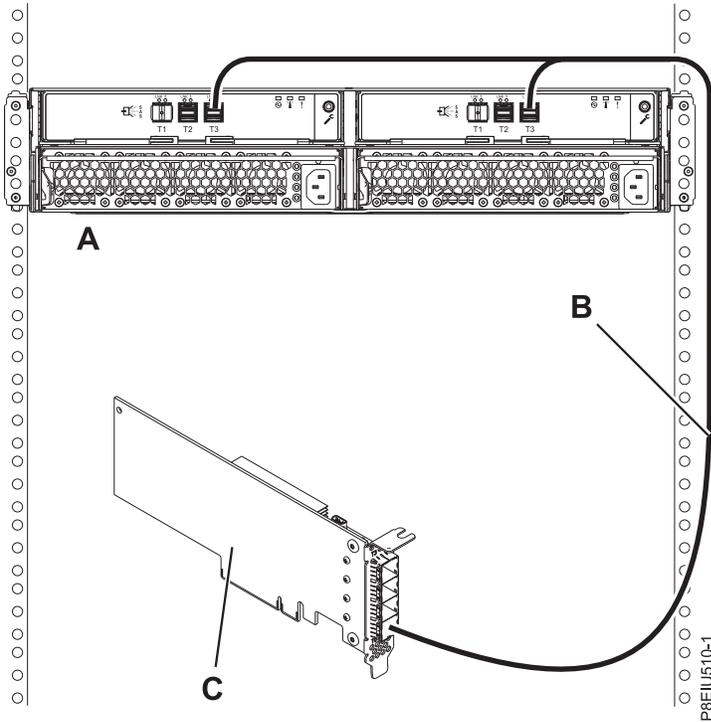

Figura 14. Conexión en la modalidad 1 de un alojamiento de almacenamiento ESLL o ESLS mediante un cable YO12 a un adaptador SAS FC EJ0J o FC EJ0M único
14. Lleve a cabo una conexión en la modalidad 1 de un alojamiento (A) mediante un cable Y012 (B) a un adaptador único SAS FC EJ0J o SAS FC EJ0M (C), tal como se muestra en la Figura 14 en la página 17 y, a continuación, continúe con “Conexión de los cables, cables de alimentación e instalación de cubiertas” en la página 24.